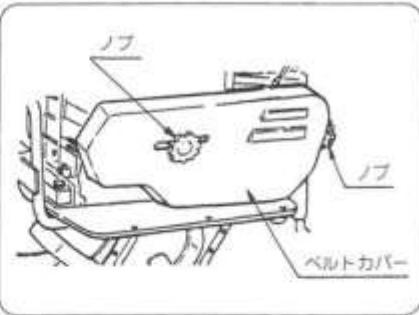

図33
- ベルトカバーのノブを緩め、ベルトカバーを取り外します。（図33）
- ベルトカバーを取り付けてノブを確実に締付けてください。（図33）